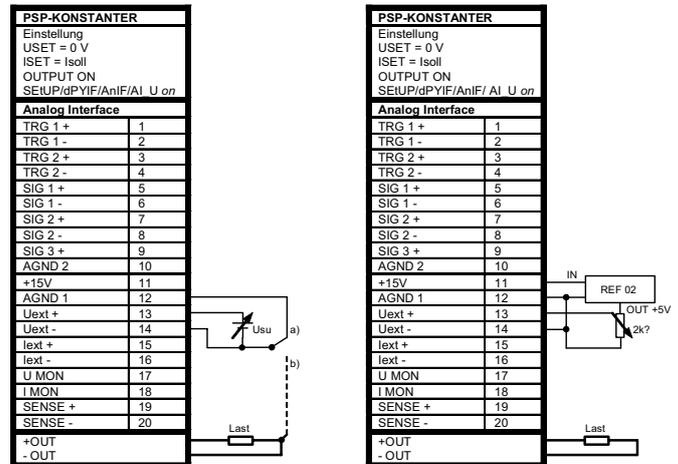

Bild 7.4 Verdrahtung für Steuerung der Ausgangsspannung durch externe Spannung / externes Potentiometer.
- Die Steuereingänge sind nicht potenzialfrei; ihr Bezugspunkt AGND (1) ist mit dem Minuspol des Leistungsausgangs verbunden.
- Liegt die Steuerspannung U_{su} mit ihrem Bezugspunkt lastseitig auf Ausgangs-Minuspol, muss der invertierende Eingang mit diesem Punkt verbunden werden (Verbindung b) in Bild 7.4). Eine Beeinflussung durch den Spannungsabfall auf der Lastleitung wird dadurch vermieden.
- Ist die Steuerspannung gegenüber dem Ausgang isoliert, verbinden Sie Uext – mit AGND (1) (Verbindung a) in Bild 7.4).
- Soll die Feineinstellung der Ausgangsspannung mittels Potentiometer erfolgen, kann eine Beschaltung gemäß Bild 7.4 angewendet werden.